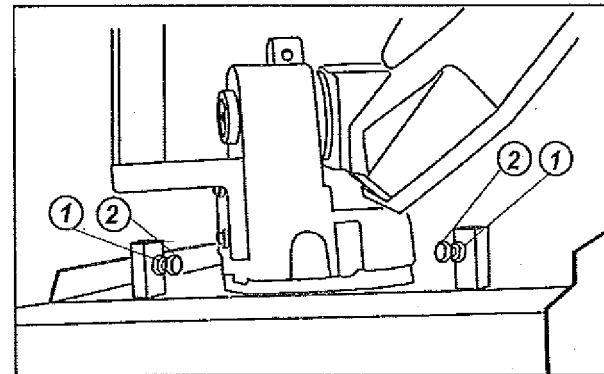

Fig.12
- Suelte la tuerca de cabeza hexagonal (1 Fig.12).
- Atornille o desatornille el perno de cabeza hexagonal (2 Fig.12) para ajustar el movimiento.